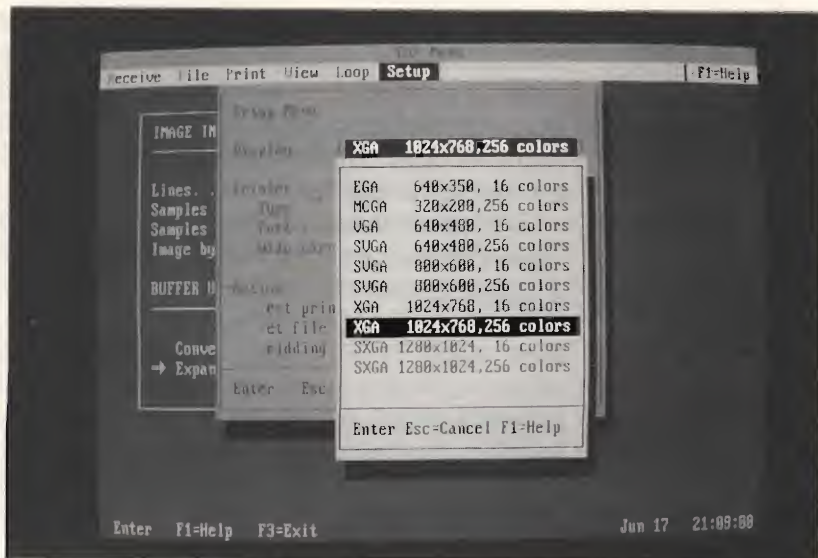

figura 3
- Risoluzione fino a 1280 x 1024 256 colori (figura 3).